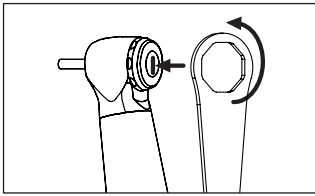
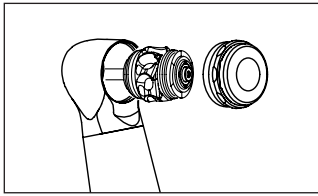

図 32
図 33
- 3 ヘッドキャップレンチをヘッドキャップに合わせ、反時計方向に回し、ヘッドキャップをゆるめます。ヘッドからカートリッジを取り出します（図 32、図 33）。